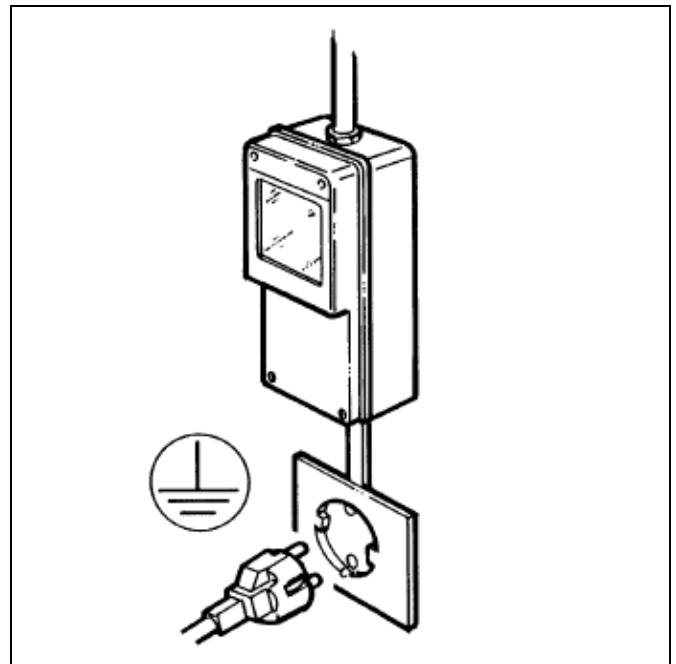

Fig. 15
- Cerciórese de que la conexión se realice a una instalación dotada de una eficaz puesta a tierra, como establecen las normas vigentes de seguridad (fig.15). Por lo tanto el fabricante no puede ser considerado responsable por eventuales daños causados por la falta de puesta a tierra de la instalación.
- Es imprescindible, para un correcto y seguro montaje, que se prepare una específica toma mandada por un interruptor magnetotérmico con distancia de apertura de los contactos igual o por encima de 3mm, de conformidad con las vigentes normas de seguridad (fig.15).